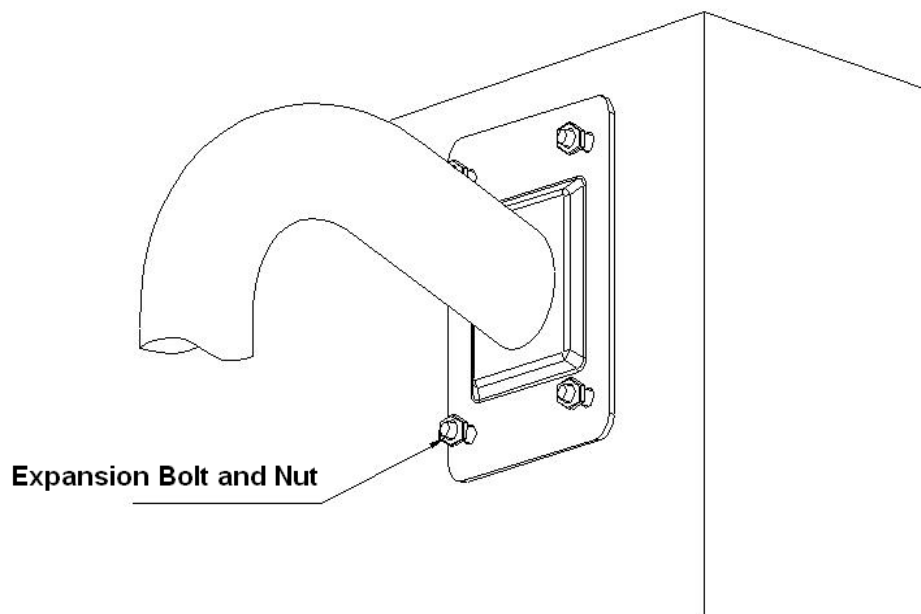

Рисунок 4-3
- 3) Прodelайте отверстия в стене в соответствии с установочными отверстиями в нижней части кронштейна для настенного крепления. Убедитесь в том, что кабельный вывод кронштейна обращен к отверстию в стене. Вставьте распорные дюбели (в комплект не входят) в проделанные отверстия. Присоедините композиционный кабель и проведите его через отверстие в стене. Для крепления кронштейна на распорных дюбелях в стене используйте четыре болта с шестигранной головкой и плоские шайбы. Смотрите Рисунок 4-3.